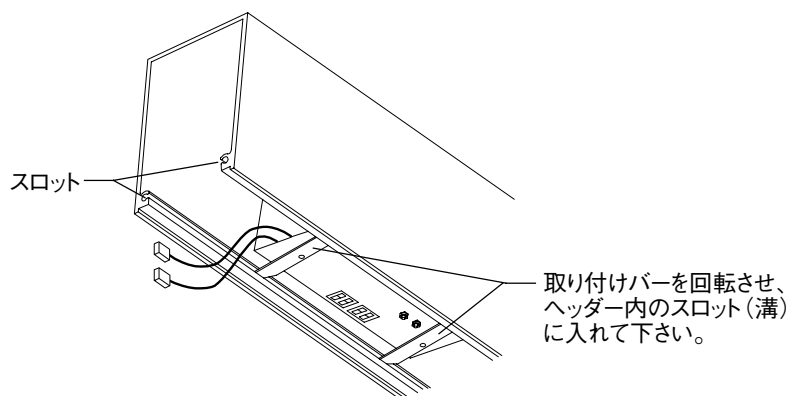

図8-2
- 8.2 コントロールボックスのヘッダーへの取り付けは回転式バーによって行い、ビス等は使用しません。コントロールボックスを支え、取り付けるためのバーはヘッダー下部の内側にある溝の中にスライドし回転させて取り付けして下さい。（図8-2）